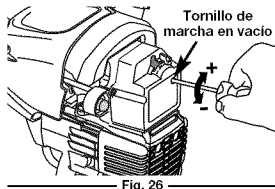

Fig. 26
La velocidad lenta del motor puede ser ajustada por la cubierta del silenciador / filtro de aire (Fig. 26).
- Suelte el gatillo y deje que el motor funcione en marcha lenta. Si el motor se para, inserte un pequeño destornillador Phillips en el orificio de la cubierta del silenciador / filtro de aire (Fig. 26). Gire el tornillo de marcha lenta en sentido horario, de a 1/8 de vuelta por vez (según sea necesario) hasta que el motor funcione en mínima.